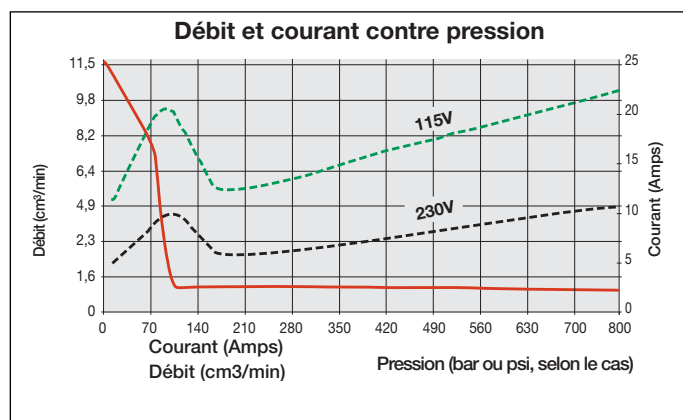

Figure 1, Courbe de débit
3.2 Courbes de débit (Voir figure 1) :
*La consommation de courant réelle dépend de l'application. Voir la figure 1.
1. Le sectionneur et la protection du circuit de la ligne d'alimentation doivent être fournis par le client. Le disjoncteur de ligne doit être à 115 % de la charge pleine courante du moteur à la pression maximale de l'application (voir la figure 1).